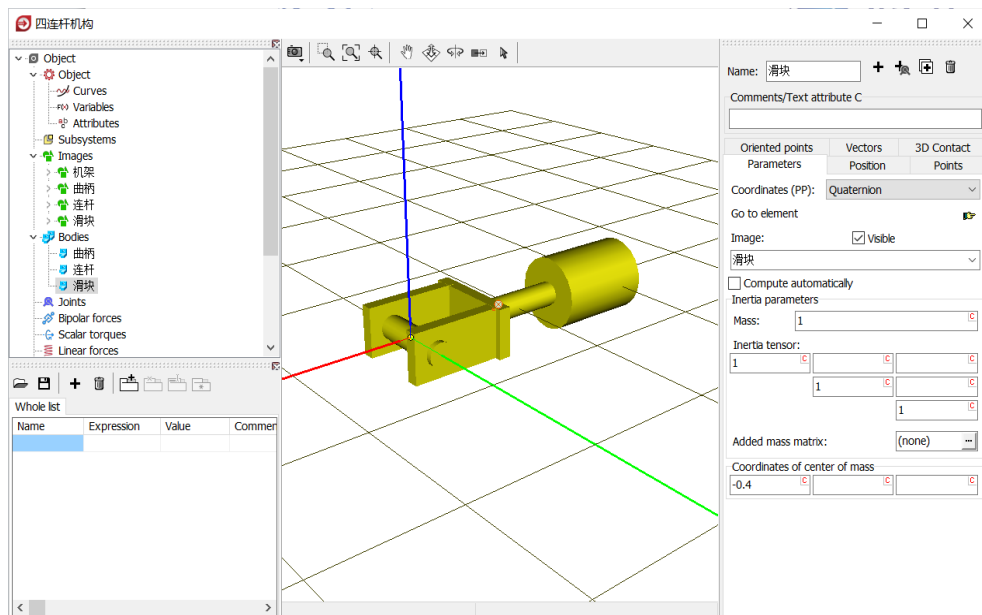

图 2-52
- 8) 创建第三个刚体**滑块**, 从 **Image** 下拉菜单选择几何**滑块**, 设置质量 (1) 和转动惯量 (1, 1, 1) 参数及质心坐标 (-0.4, 0, 0), 如图 2-52。